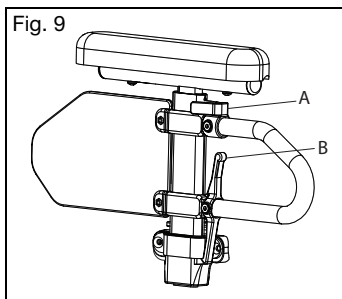

Fig. 9
- b. El apoyabrazos se fijará automáticamente en su lugar. Verifique que la palanca de bloqueo esté como se muestra (Fig. 9:B).
- a. Gire la palanca de liberación (Fig. 9:A).
- d. Empuje la almohadilla hasta que la parte superior del brazo quede bien sujeta en su lugar. Verifique que la palanca de bloqueo esté como se muestra (Fig. 9:A).
- a. Presione la palanca de liberación (Fig. 9: B) y extraiga el apoyabrazos.